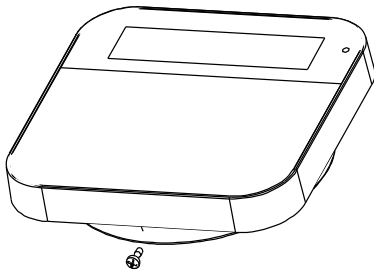

Figura 3
4. Coloque el tornillo de la caja en la parte inferior de la cubierta frontal (ver Figura 3).